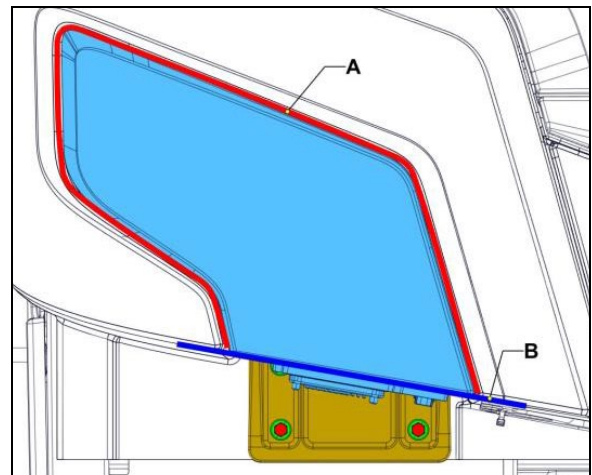

FIGURE 98
9. Avec les boulons légèrement serrés, centrez le phare dans l'ouverture de manière à répartir le jeu uniformément de chaque côté (Figure 98).